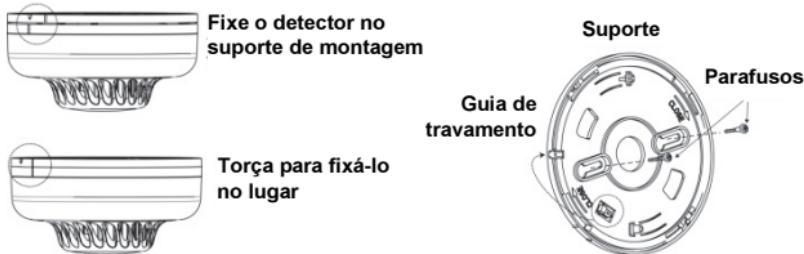

Figura 7: Instalação do detector de fumaça e de calor
Para instalar o detector, execute as seguintes etapas (Veja a Figura 7)
2. Solte o pino de segurança do suporte para montagem da unidade (Figura 7).
6. Usando os parafusos fornecidos, conecte o suporte na parede como na Figura 7.
Introduza o pino de trava para unir o suporte para montagem ao detector (veja a Figura 7).